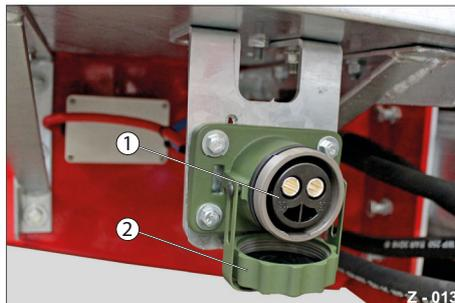

Abb. 13 NATO-Steckdose
► Schrauben Sie die Verschlusskappe (Abb. 13/2) ab.